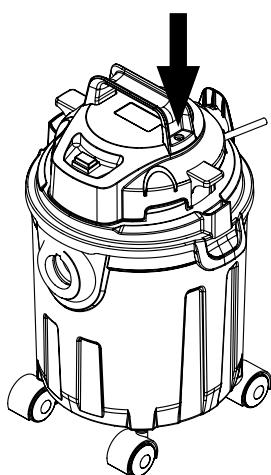

Fig. 3 – Encaixe da alça
- Encaixe a alça no local indicado (Fig. 3) e aperte os dois parafusos com auxílio de uma chave phillips (não acompanha).